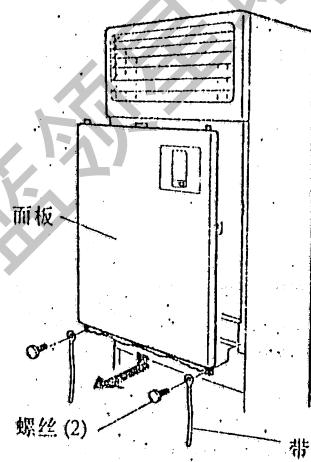

图 35
② 搬开面板
- 用十字螺丝起子，拆卸紧固面板的2只螺钉和金属件。(图35)
- 将手放在面板两侧，使其向下滑动并往前拉出。这样，面板就易于从装置拆下来。(图35)